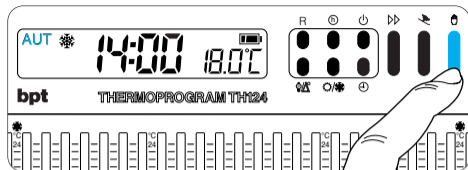

Fig. 33
**Nota.** Per ritornare in funzionamento AUTOMATICO prima dello scadere del tempo programmato premere il pulsante  (fig. 33).